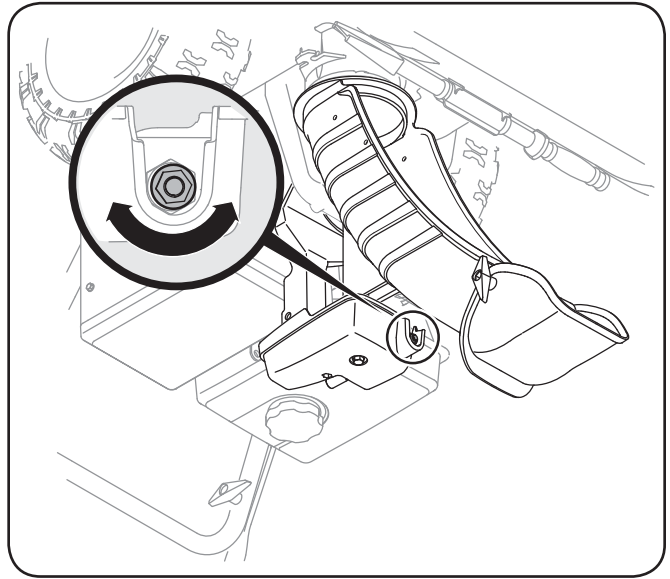

Figure 6-6
- Tout en empêchant la manivelle de commande de la goulotte de tourner, serrez l'écrou sur la boîte de vitesses de la goulotte. Voir la Fig. 6-6.